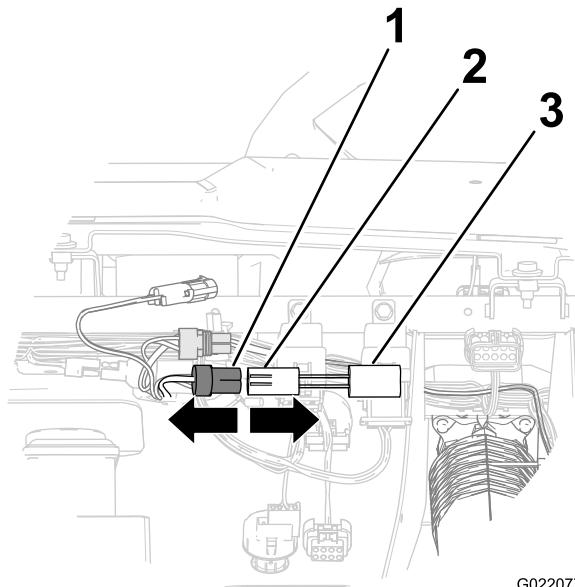

Figura 13
- Remova o conector de 2 pinos da cablagem da máquina do conector do temporizador (Figura 13).